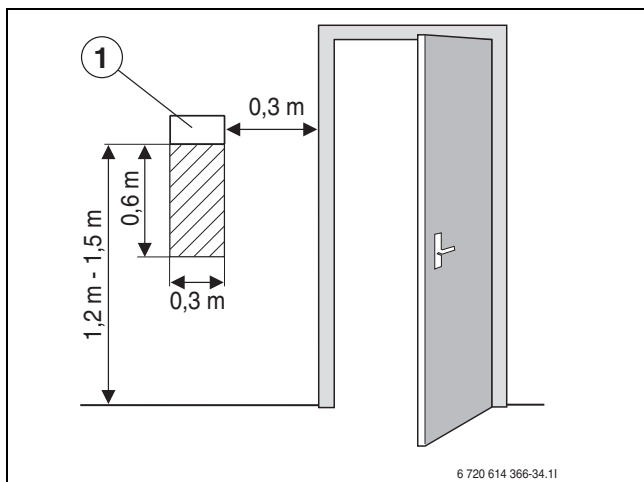

Bild 21 Empfohlener Montageplatz für Raumtemperaturfühler T5
- Ungehinderte Zirkulation der Raumluft unter dem Raumtemperaturfühler T5 (schraffierte Fläche in Bild 21 freigehalten).